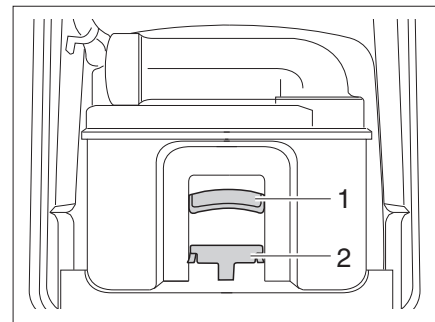

Bild 154 Thetford-Kassette
- Haltebügel (Bild 154,2) nach vorne ziehen um die Toiletten-Kassette zu entriegeln und Kassette am Griff (Bild 154,1) herausziehen.